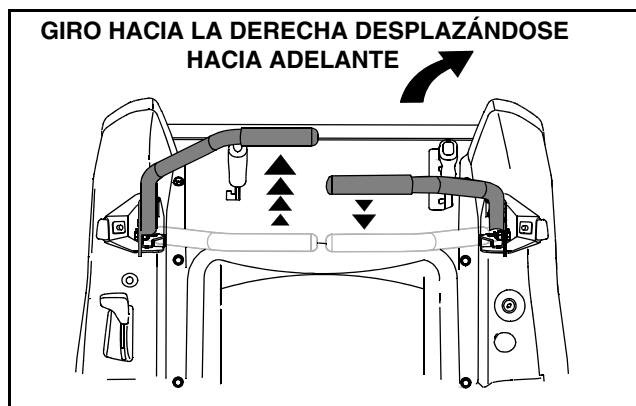

Figura 14
- Para girar a la derecha, mueva la palanca de control del lado derecho hacia atrás respecto de la palanca izquierda. Vea Figura 14.